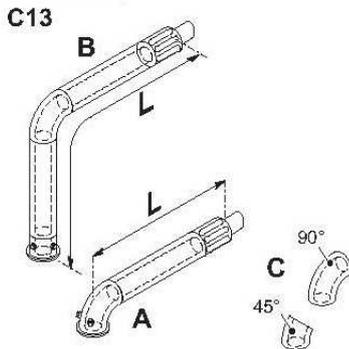

Рисунок 5.8
**Вертикальный комплект дымоотвода с коленом 90° (Рисунок 5.8 В)** Коаксиальная труба  $\varnothing$  60/100 мм. Этот комплект позволяет поднять ось отвода котла на 635 мм. Длина должна быть не меньше 0,5 м, а максимальная длина с учетом удлинителей не должна превышать 2 м по горизонтали и в любом случае, отводящий патрубок должен отводить дым горизонтально. При установке этих колен в трубе максимальная длина дымоотвода уменьшается таким образом: